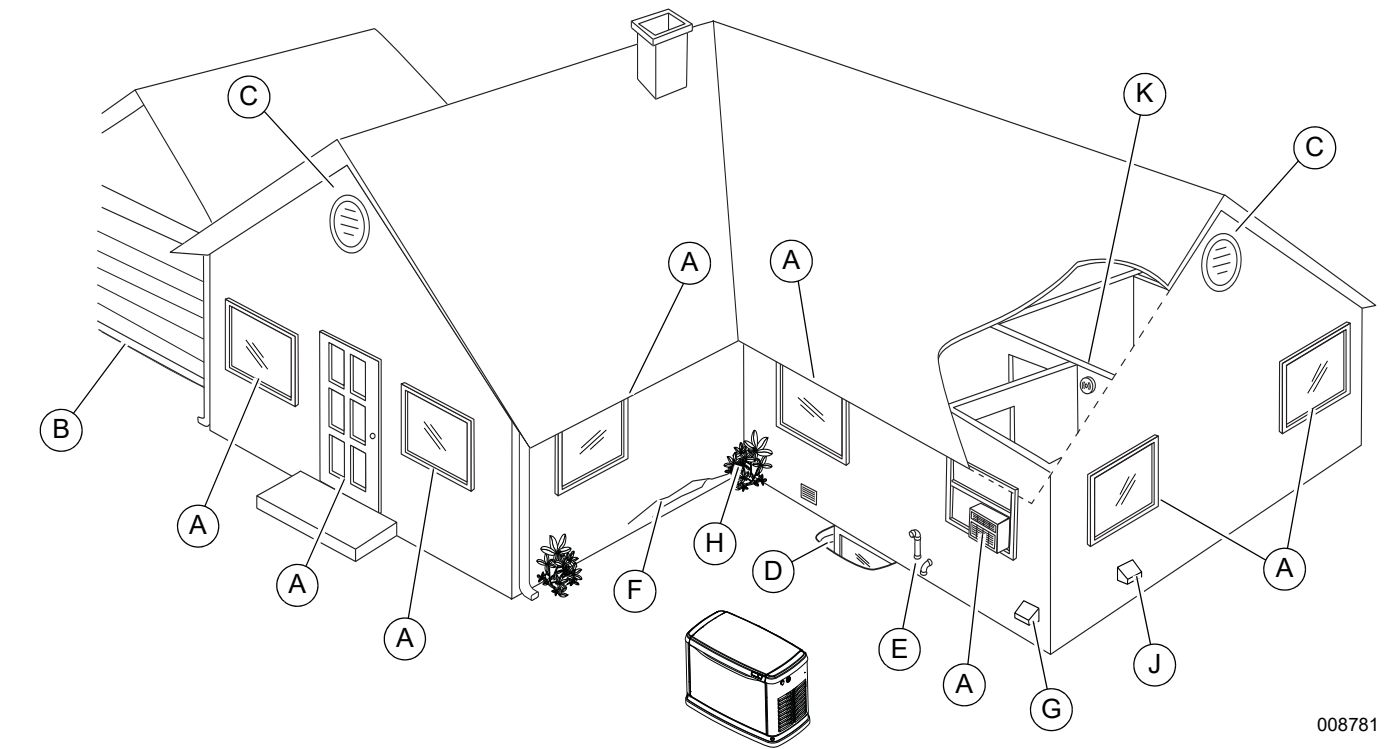

Figura 3-1. Monóxido de carbono — pontos potenciais de entrada
Consulte a Figura 3-1. Detectores de CO (K) devem ser instalados e usados para monitorar CO e para alertar indivíduos sobre a presença do CO. Os detectores de CO devem ser instalados e testados de acordo com as instruções e advertências do fabricante dos detectores de CO. Entre em contato com o departamento de inspeção de construção local para quaisquer requisitos aplicáveis aos detectores de CO. Consulte a norma NFPA 72, Código Nacional de Alarmes e Sinalização de Incêndios, e a seção R315 do Código Internacional Residencial da ICC para mais informações.
Consulte a Figura 3-1. Os gases de exaustão do gerador podem entrar em uma estrutura através de grandes aberturas, como portas e janelas. No entanto, gases de exaustão e CO também podem entrar na estrutura através de aberturas menores e menos óbvias.